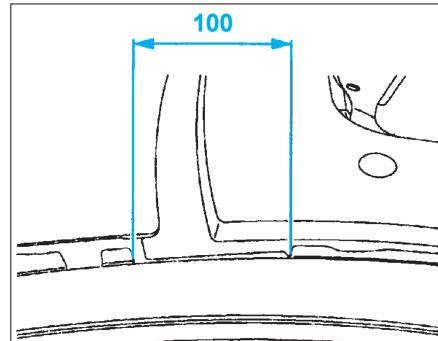
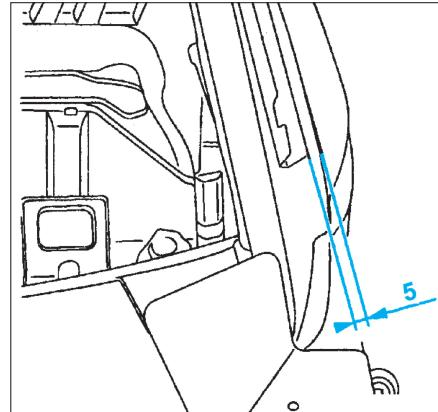

FIG. 58
FIG. 59
- Poser le support latéral d'enjoliveur de pare-brise et vérifier la cot (Fig.58) et (Fig.59).